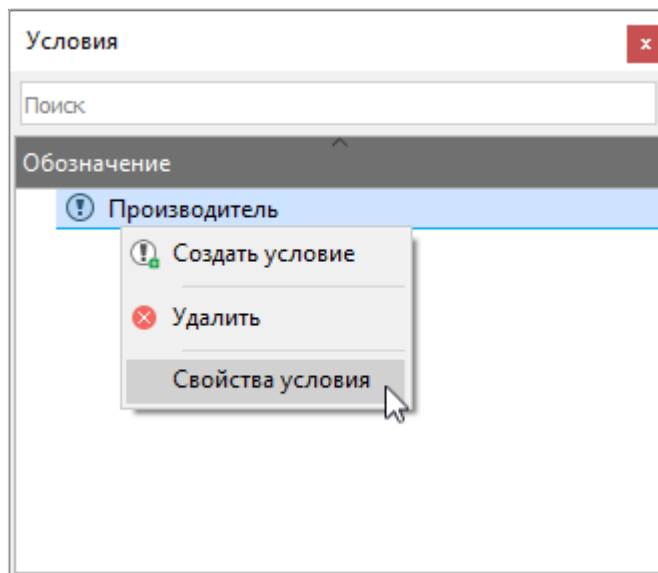

Рисунок 58. Плавающее окно «Условия»
- 10) Окно «Условия» отображает перечень ограничений (см. рисунок 58).